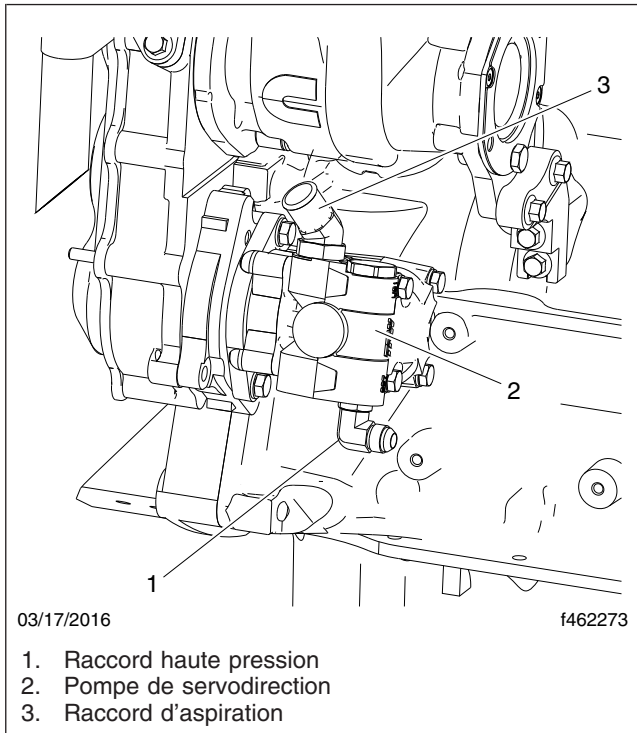
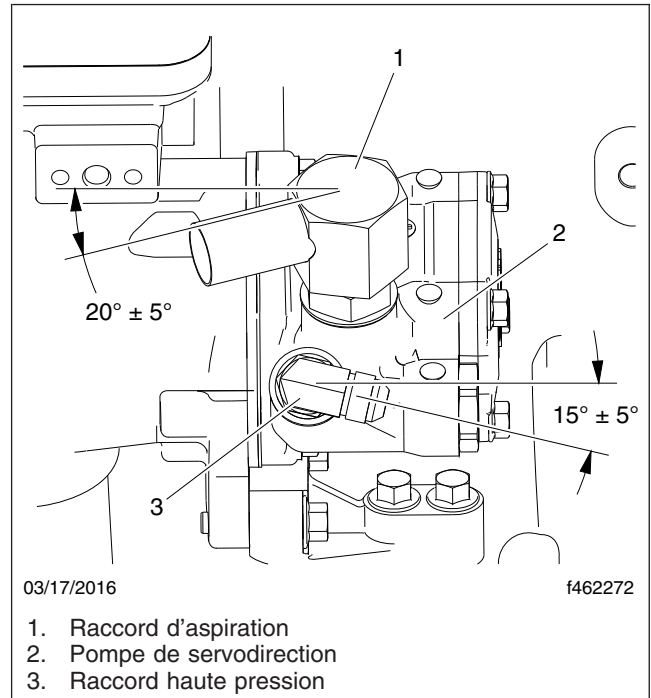

Fig. 1, Pompe de direction, Cummins ISX12
Fig. 2, Pompe de direction, Cummins ISX15
24. Installez la pompe de servodirection à l'aide des boulons de fixation. Serrez les boulons de fixation à un couple de 34 N·m (25 lbf·pi). Reportez-vous à la figure 1 et la figure 2.